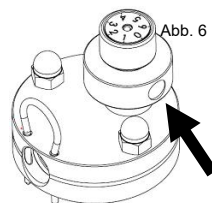

Abb. 7
- ⚠ **Saugrohr-Bohrung nach rechts, nicht nach hinten (Abb. 7)!**